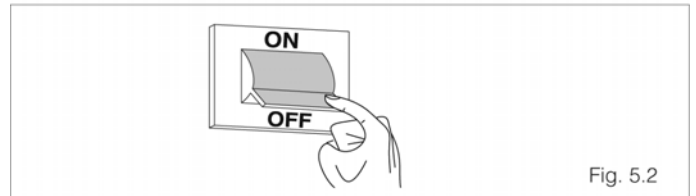

Fig. 5.2
- переведите главный выключатель системы в положение «Выключено» (рис. 5.2).